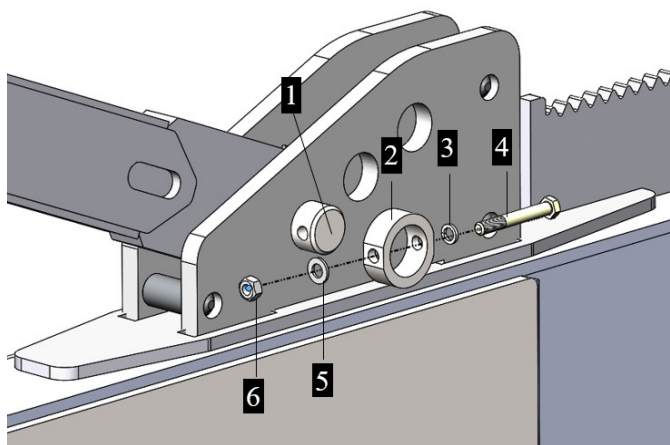

Рисунок 3.68. Демонтаж пальца тяги
- ▶ Извлечь стопорный болт 4, снять кольцо 2 и выбить палец 1 из бруса, удерживающий тягу, используя подходящий инструмент, см. рис. 3.68.